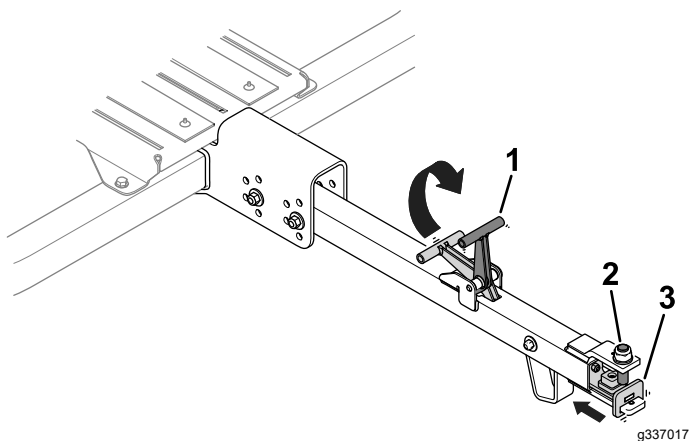

Рисунок 26
1. Поднимите ручку дышла (Рисунок 26).